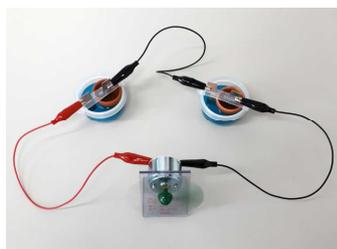

図5 接続方法の工夫例
- ① 片方の電極を上下に動かしたとき、電子メロディの音はどうか。
- ② 電子メロディの音を大きくしたり、プロペラモーターを速く回転させたりするにはどのようにすればよいか。
- ③ 電流を流し続けると、銅板と亜鉛板の質量はそれぞれどのように変化するか。
①については、溶液と接する電極の面積の変化により電流が変わり、メロディのテンポや音程が変化する。
②については、電子メロディの音を大きくテンポも速くしたり、プロペラモーターを速く回転するためには電圧が高くなるとよいので、電池を直列に複数個つなぐ(図5)。